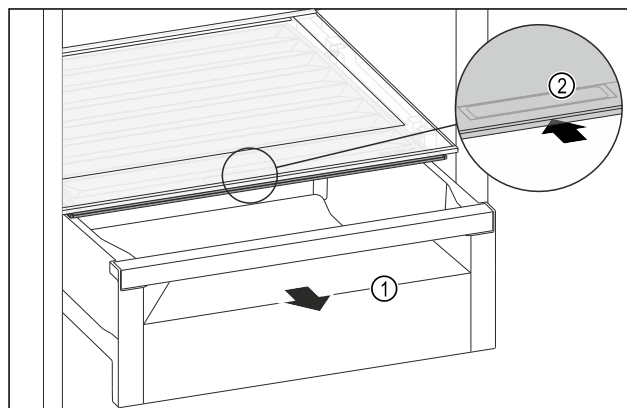

Fig. 124
- Schuifvak Fig. 124 (1) uittrekken.
- Greeplijst Fig. 124 (2) op het vakdeksel vastpakken en het vakdeksel gelijktijdig naar achteren schuiven.